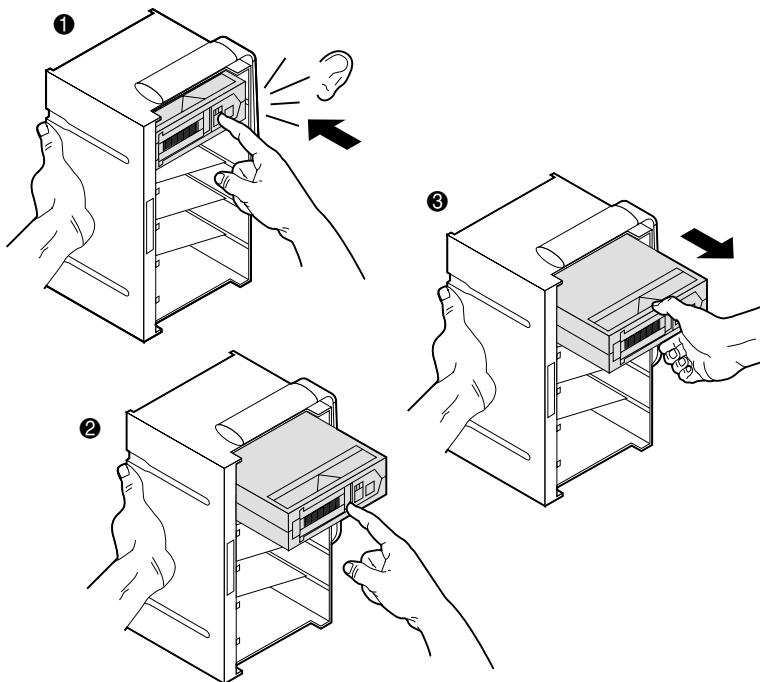

図2-15: テープカートリッジの取り出し (6カートリッジマガジン)
1. カチッと音がするまでテープカートリッジを押します (①図2-15)。
2. テープカートリッジを排出します (②図2-15)。
3. テープカートリッジを取り出します (③図2-15)。